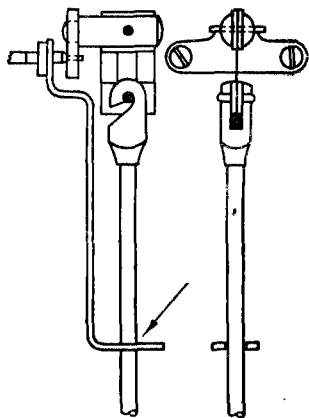

Рис. 45. Правильне положення стержня маятника у вилці
**Правило.** Стержень маятника в усіх настінних або настільних годинниках повинен знаходитися точно посередині вилки (рис. 45).